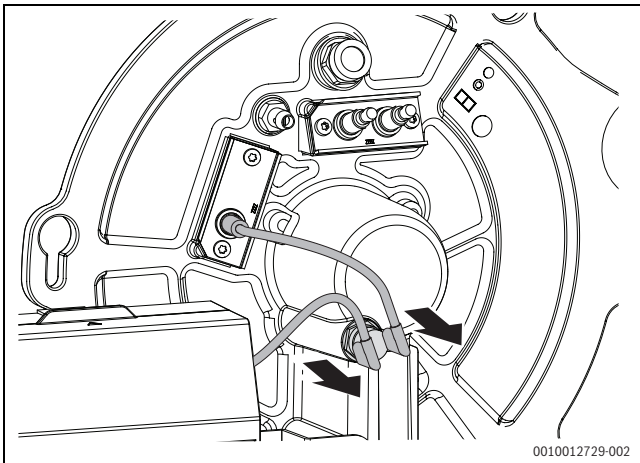

Bild 80 Stecker am Temperaturwächter abziehen
- ▶ Stecker am Temperaturwächter abziehen (→ Bild 80)